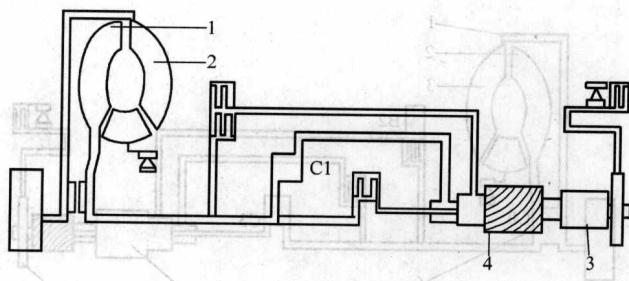

图 1-5 液力 2 挡动力传递路线
(2) 2挡。液力式2挡时，离合器C1接合，制动器B2制动大太阳轮，其动力传递路线为(如图1-5所示)：泵轮(顺时针转动)→涡轮(顺)→涡轮轴(顺)→离合器C1接合(顺)→小太阳轮(顺)→短行星齿轮(逆时针自转)→长行星齿轮(顺时针自转)→此时由于B2起作用，大太阳轮被锁止不动→长行星齿轮顺时针自转的同时围绕大太阳轮顺时针公转→驱动齿圈(顺)。